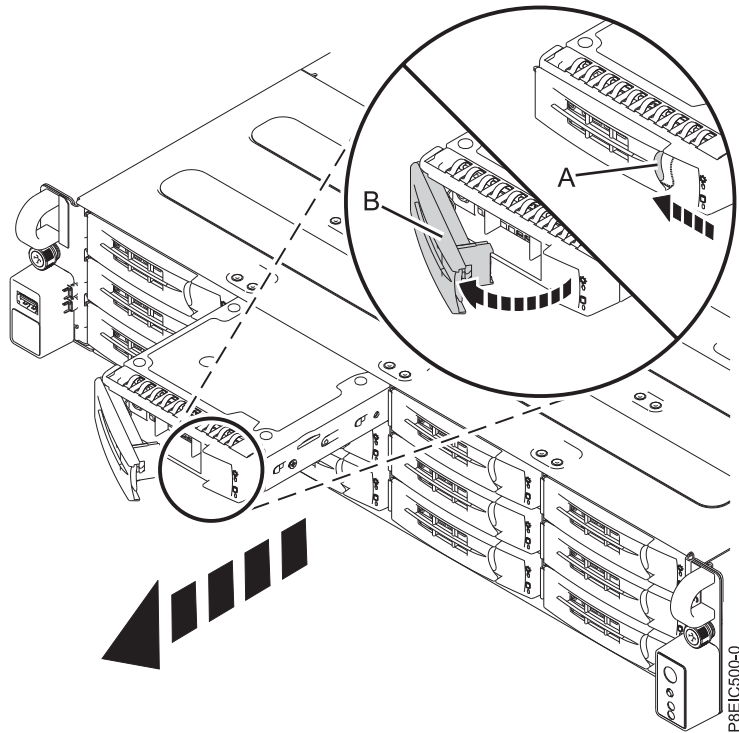

図 56. 前面ドライブ・トレイの取り外し
4. ハンドル・リリース (A) を、示されている方向に押して、ドライブ・トレイのハンドルをアンロックします。ハンドル (B) が音を立てて手前に開きます。ハンドルが完全に開いていない場合、ドライブ・トレイをシステムから取り出すことができません (95 ページの図 56 を参照)。